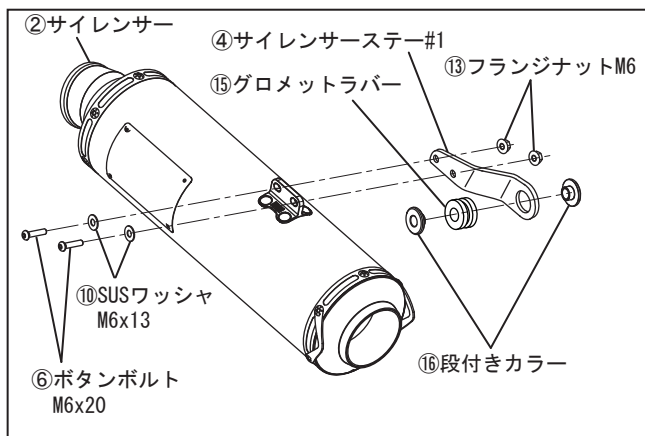

FIG. 10
8. ④サイレンサーステー#1に⑮グロメットラバーと⑯段付きカラーを取り付けて下さい。次に、②サイレンサーに④サイレンサーステー#1を⑥ボタンボルトM6×20と⑩SUSワッシャM6×13、⑬フランジナットM6を使用して仮締めして下さい。(FIG. 10, 11 参照)